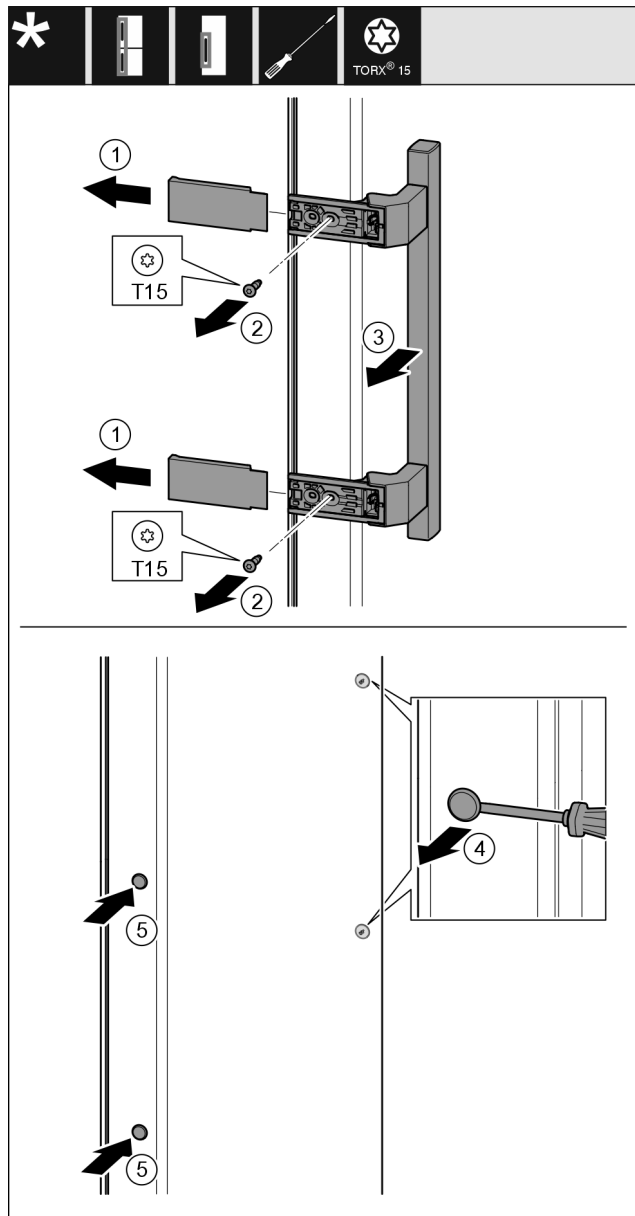

Fig. 22
- ▶ Снимите крышку Fig. 22 (1).
- ▶ Выкрутите винты Fig. 22 (2) отверткой.
- ▶ Снимите ручку Fig. 22 (3).
- ▶ Осторожно приподнимите шлицевой отверткой боковую заглушку Fig. 22 (4) и извлеките ее.
- ▶ Снова установите заглушку Fig. 22 (5) с другой стороны.